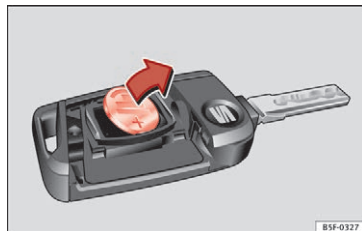

Fig. 136 Bilnøgle: udtagning af batteri
- Vip batteriet ud af batterirummet med en egnet, tynd genstand » Fig. 136.
- Sæt et nyt batteri i som vist på billedet » Fig. 136, og tryk det ind i batterirummet modsat pilens retning » ①.